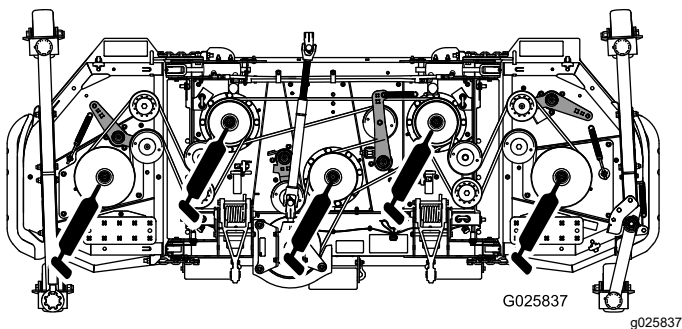

Figure 23
- Roulements d'axe de pivot (5) (Figure 23)